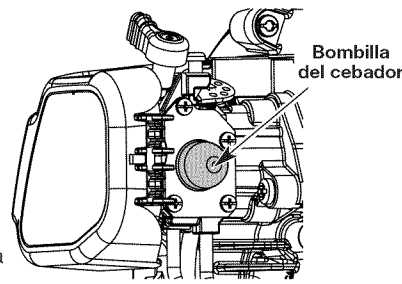

Fig. 16
3. Oprima completamente el cebador y suéltelo 10 veces. Hágalo lentamente. Se deberá ver un poco de combustible en el cebador y en las tuberías de alimentación de combustible (Fig. 16). Si no puede ver el combustible en el cebador, oprímalo y suéltelo tantas veces como sea necesario hasta que vea combustible en el mismo.